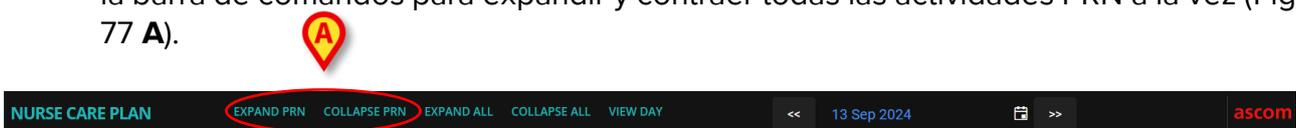

Fig 77
- 2) Haga clic en los botones **Expand PRN/Collapse PRN** (Expandir PRN/Contraer PRN) de la barra de comandos para expandir y contraer todas las actividades PRN a la vez (Fig 77 **A**).